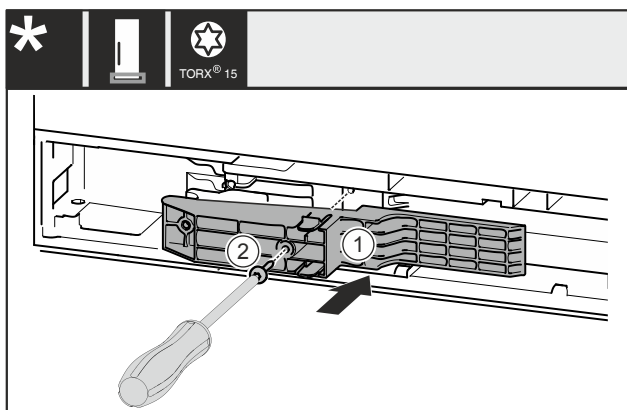

Fig. 52 *
- Inserire l'adattatore Fig. 52 (1) nel vano sul lato della maniglia.*
- Stringere la vite Fig. 52 (2) con un cacciavite.*